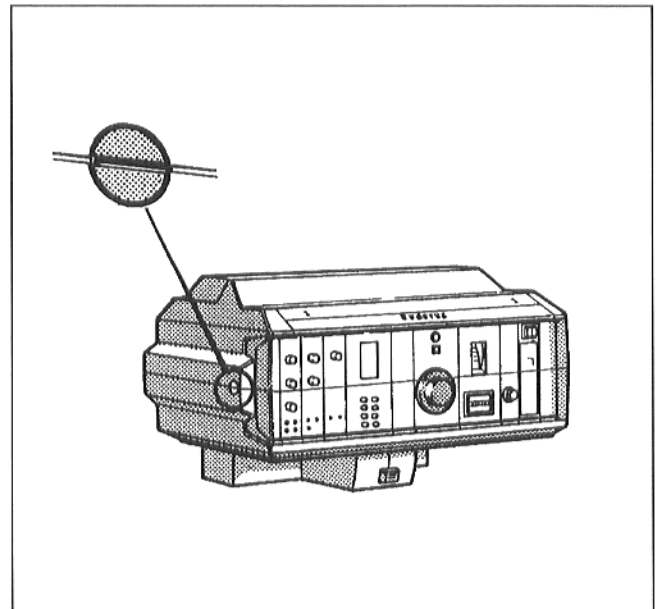

Fig. 1: Retirar la cubierta transparente
- Poner en posición horizontal la ranura del tornillo de la cubierta transparente del aparato de regulación (fig. 1), p.ej. con una moneda. Retirar la cubierta transparente hacia adelante.
- Poner en posición horizontal la ranura de tornillo de la cubierta transparente del aparato de regulación (fig. 1), p.ej. con una moneda. Retirar la cubierta transparente hacia adelante.